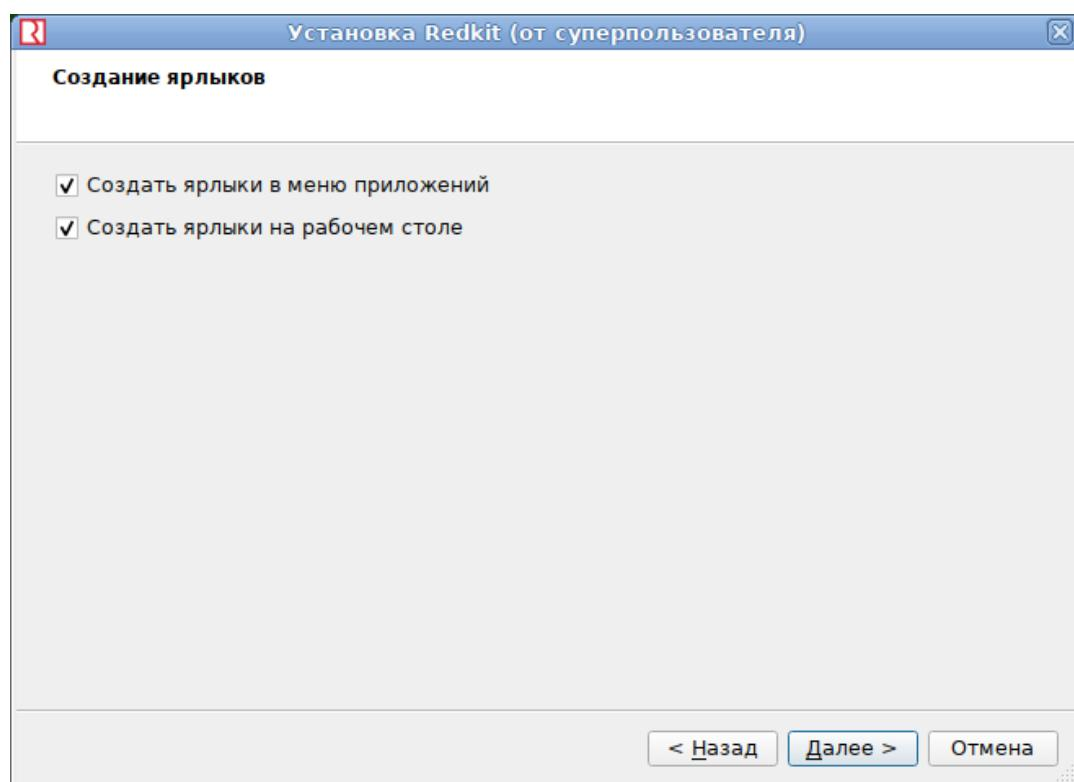

Рисунок 13 - Создание ярлыков
9. Выберите вариант(ы) создания ярлыков и нажмите "Далее" (Рисунок 13).